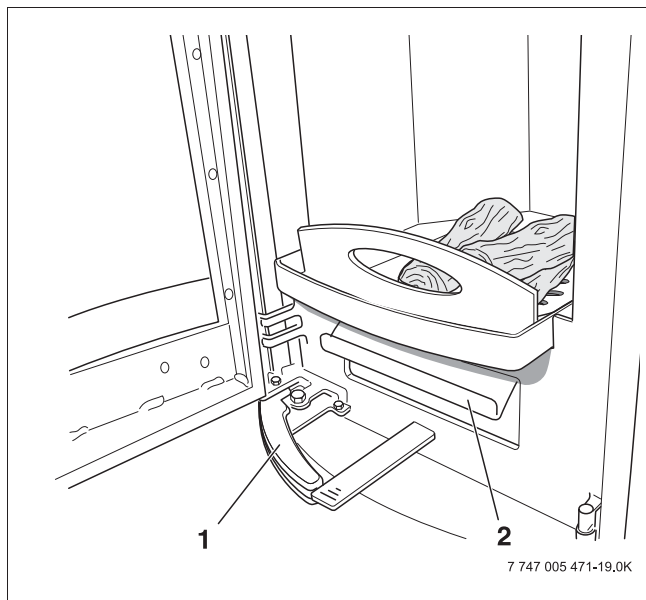

Рис. 23 Удаление золы
- ▶ Выньте зольный ящик (→ рис. 23 [2]) и выбросьте золу.